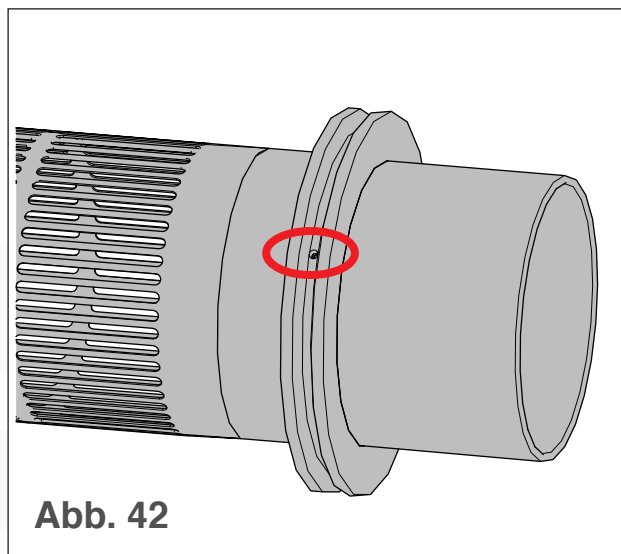

Abb. 42
4. Stellen Sie sicher, dass die Stellschrauben am breitesten Teil der Trommel in den Nuten liegen (siehe Abb. 42).